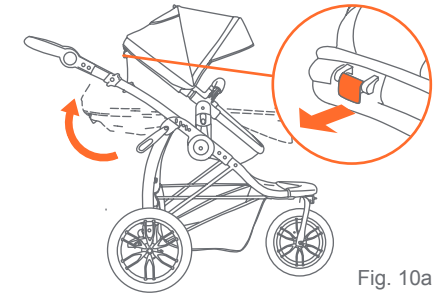

Fig. 10a
- 10) • El asiento se puede ajustar en las posiciones erguida, reclinada y transporte carruaje. Tire del botón de reclinación en la parte trasera del asiento y gire el asiento en la posición deseada (Fig. 10a).